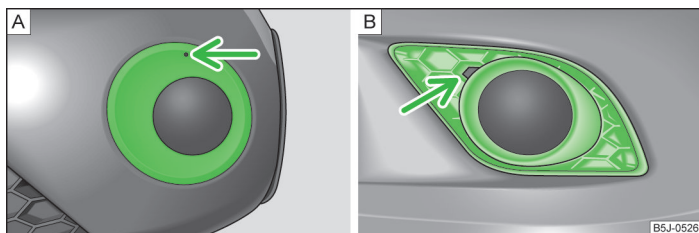

Fig. 159 Bara de protecție față: Fabia Scout/Fabia RS
- În orificiul de deasupra proiectorului de ceață » fig. 159 - A (Fabia Scout), introduceți etrierul din sârmă » pagina 185, *Trusa de scule* și extrageți capacul.
- Introduceți un deget în orificiul de lângă proiectorul de ceață » fig. 159 - B (Fabia RS) și extrageți capacul.